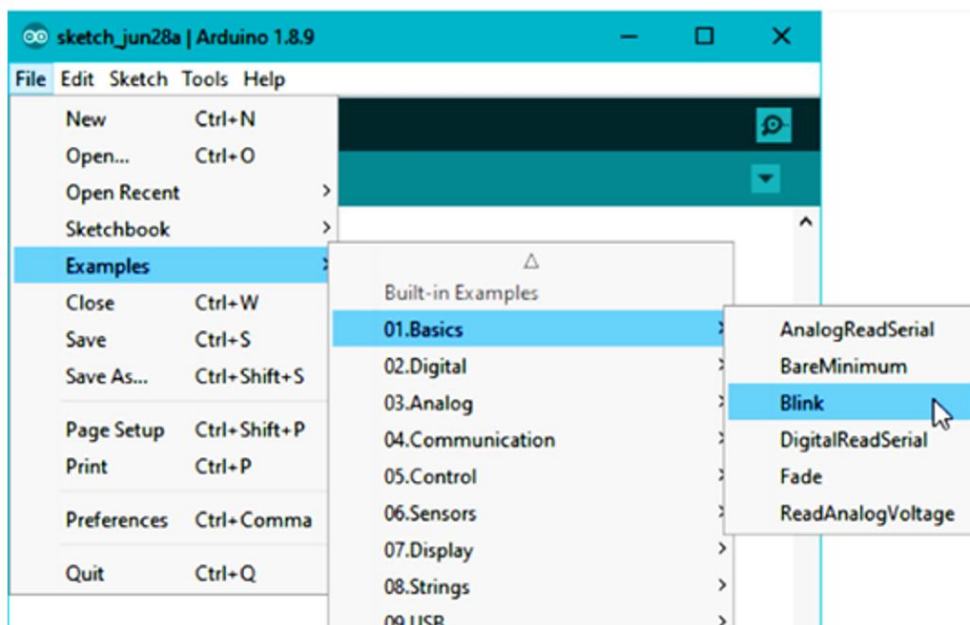

Figura 4.11. Hapja e programit Blink për Arduino Uno R3
4. Kodin programor e gjejmë duke shtypur File → Example, ndërsa më pas zgjedhim 01. Basic → Blink. (figura 4.11.)